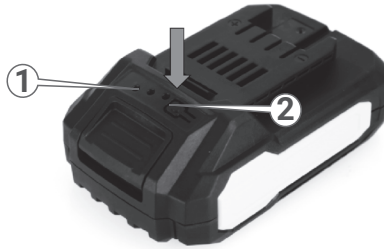

Рисунок 9. Схема перевірки рівня заряду акумуляторної батареї.
5.1.2.1 Перевірка рівня зарядження акумуляторної батареї (рис. 9).
- натиснути та утримувати кнопку акумулятора (2, рис. 9), що розташовується на верхній панелі акумулятора;
- перевірити рівень зарядженості акумулятора. Під час утримання кнопки залежно від стану заряду батареї почнуть світитися відповідні індикатори (1, рис. 9).